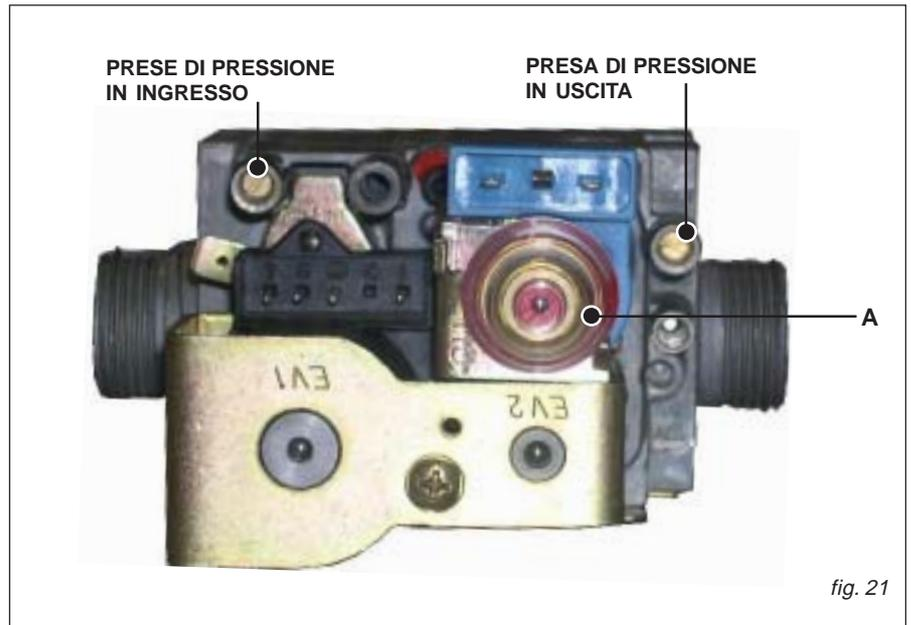

fig. 21
- Collegare un manometro a "U" alla presa di pressione in uscita della valvola gas (fig.21).